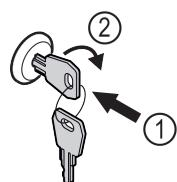

Fig. 188 Beispielhafte Darstellung
- Schlüssel hineindrücken Fig. 188 (1).
- Schlüssel um 90° im Uhrzeigersinn drehen Fig. 188 (2).